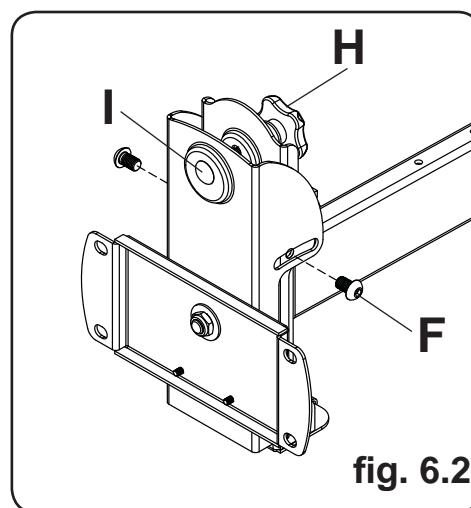

fig. 6.2
- 6-2** Posez les deux vis M10 restantes (**F**) comme illustré à la figure 6.2. **SERREZ À LA MAIN** les quatre vis M10 pour permettre le réglage de l'inclinaison. Enlevez le ruban adhésif du boulon de carrosserie (**I**). Pour régler l'inclinaison, poussez le haut de l'écran plasma vers l'arrière pour réduire la pression sur la molette. Réglez l'inclinaison pour obtenir la position souhaitée et serrez la molette de réglage de l'inclinaison (**H**), puis serrez fermement les quatre vis M10 (**F**) à l'aide d'une clé hexagonale de 6mm (**U**).